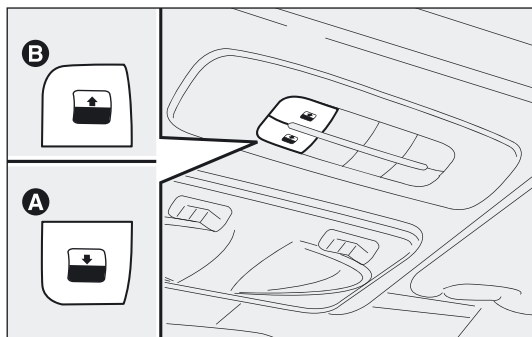

fig. 83
Als het dak in geheel geopende stand staat en u drukt langer dan een halve seconde op de knop A-fig. 83, dan komt het voorste ruitpaneel automatisch in “kantelstand”. De ruit kan in een tussenliggende stand worden gezet door opnieuw op de knop te drukken. Druk nogmaals op de knop A-fig. 83 en houd de knop ingedrukt om het paneel geheel te sluiten.
- ☐ druk de knop A-fig. 83 in de sluitstand;